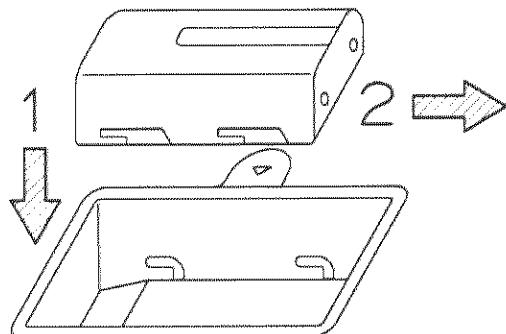

図3-2
a) バッテリーパックの取り付け (図3-2を参照してください)